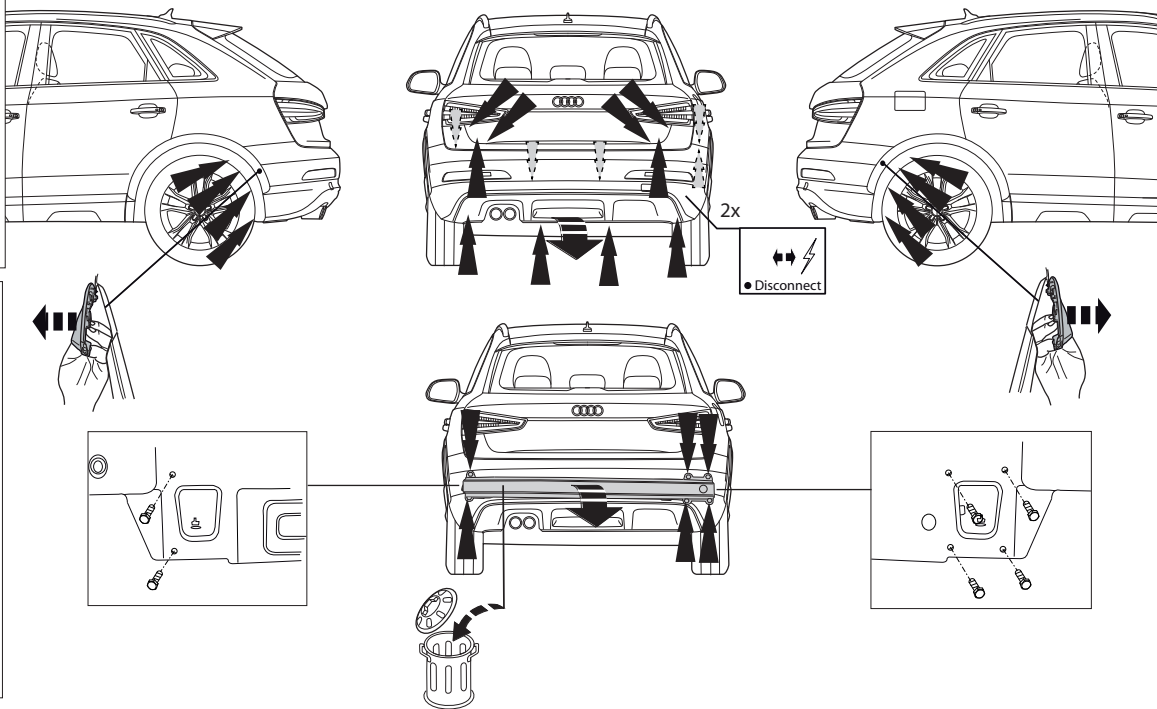

Fig. 1
1. Снять бампер вместе со буферным брусом автомобиля. Буферный брус больше не понадобится. Поставить болты на место. См. рисунок 1, 1а, 1b, 1с.